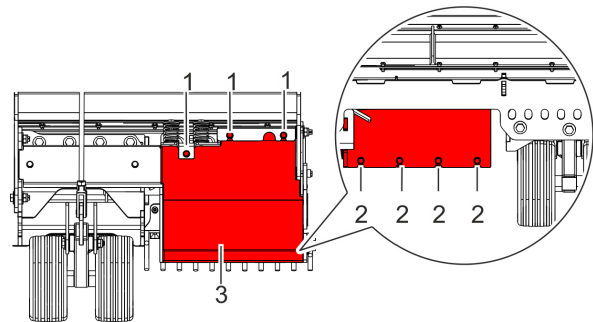

Abb. 32: Abdeckung entfernen
2. ▶ Mit Schraubenschlüssel 3 Schrauben (Abb. 32/1) an der Rückseite des Anbaugeräts lösen.
3. ▶ Mit Schraubenschlüssel 4 Schrauben (Abb. 32/2) an der Vorderseite des Anbaugeräts lösen.
4. ▶ Abdeckung (Abb. 32/3) entfernen.